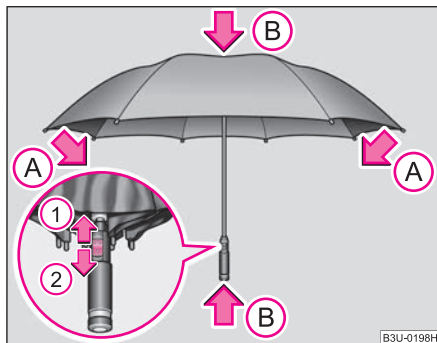

Fig. 101 Apertura e chiusura dell'ombrello
- Premere il pulsante nel senso indicato dalla freccia ① ⇒ fig. 101.